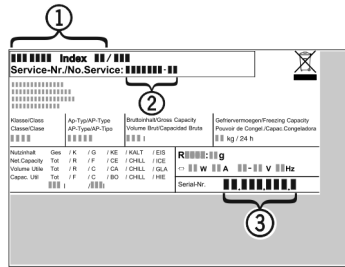

Fig. 37
- Gerätebezeichnung Fig. 37 (1), Service-Nr. Fig. 37 (2) und Serial-Nr. Fig. 37 (3) vom Typenschild ablesen. Das Typenschild befindet sich an der linken Geräteinnenseite.
- Den Kundendienst benachrichtigen und den Fehler, Gerätebezeichnung Fig. 37 (1), Service-Nr. Fig. 37 (2) und Serial-Nr. Fig. 37 (3) mitteilen.